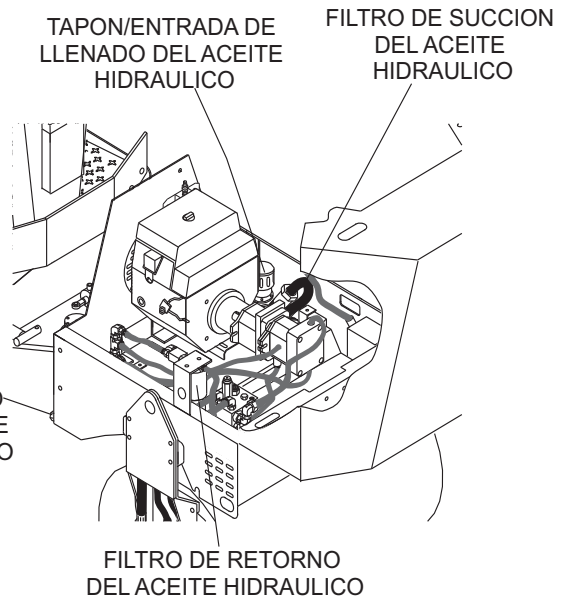

Figura 26. Ubicación de los filtros hidráulicos
El **filtro de succión** (Figura 26) esta localizado dentro del tanque hidráulico. Este filtro esta unido a la pieza conectada a la manguera de succión de la bomba hidráulica.
El **filtro de retorno** (Figura 26) esta localizado al frente del compartimento del motor. Reemplace ambos filtros de acuerdo a la Tabla 5.
2. Retire el **tapón del aceite hidráulico** (Figura 26) y drene el aceite. Deshágase del aceite usado de manera favorable al ambiente. Vuelva a colocar el tapón y apriételo.